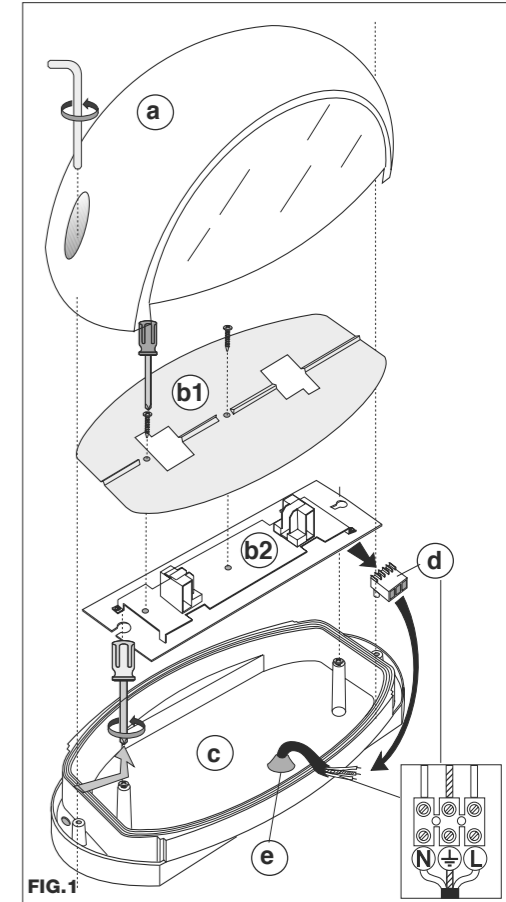

FIG.1
- Die Schrauben des Reflektors losschrauben und den Reflektor herausziehen (FIG.1b1).
- Die Schrauben der Komponentenplatte lösen und die Komponentenplatte abnehmen (FIG.1b2).
- Destornillar los tornillos del reflector y sacar el reflector (FIG.1b1).
- Aflojar los tornillos de la placa de los componentes y sacar la placa de los ojales (FIG.1b2).